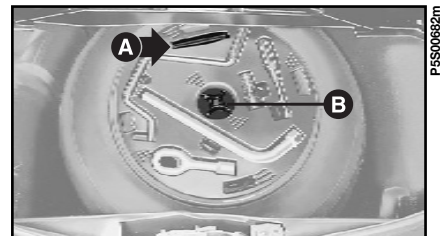

fig. 9
4) Sistemare il supporto facendo coincidere l'asola **A-fig. 9** con la base del cric.